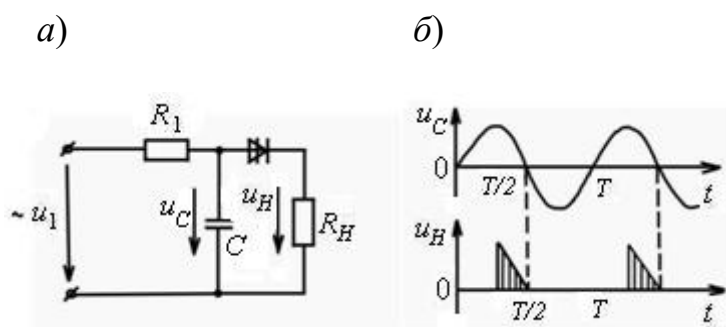

Рисунок 13.5 – Схема преобразователя синусоидального напряжения (а) и временные диаграммы (б)
13.1.7 Изучить работу преобразователя синусоидального напряжения (формирователя импульсов) (рисунок 13.5).